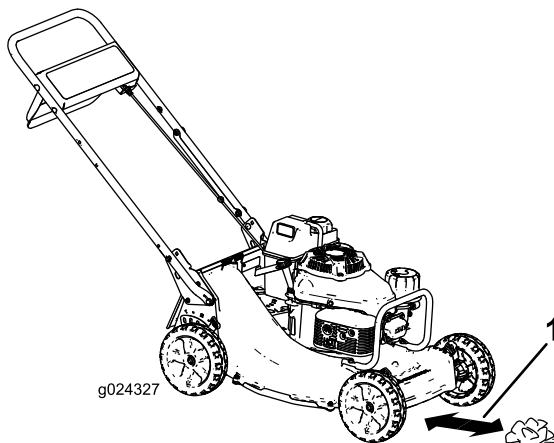

Figura 18
4. Mettete la pallina di giornale davanti alla macchina, a una distanza di 13 cm (Figura 18).